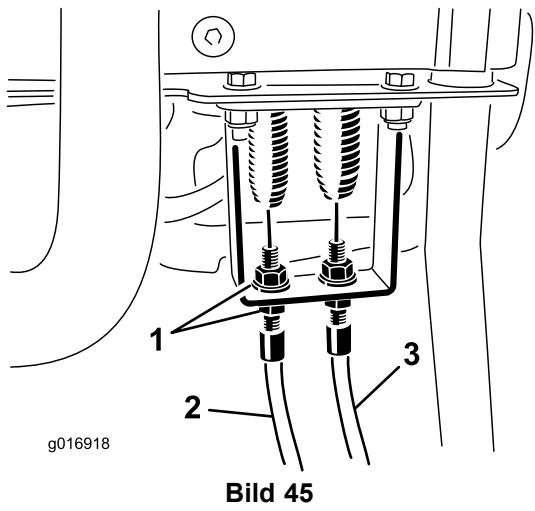

Bild 45
2. Prüfen Sie, ob das Fahrantreibskabel an der Verlängerungsfeder Spiel hat (Bild 45).
9. Stellen Sie das Kabel am Armaturenbrettschott ein und stellen Sie die Klemmmuttern ein, um das Spiel ohne Verlängern der Feder zu entfernen (Bild 45).
3. Lösen Sie den Spindelbowdenzug am Griffschott, bis das Kabel Spiel hat (Bild 45).